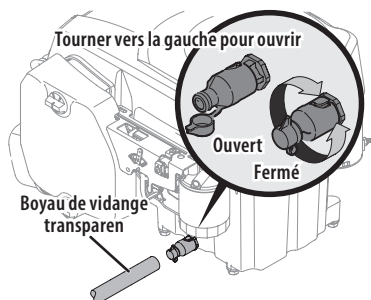

Figure 27
- Retirez le capuchon protecteur de la soupape de vidange (Figure 27).